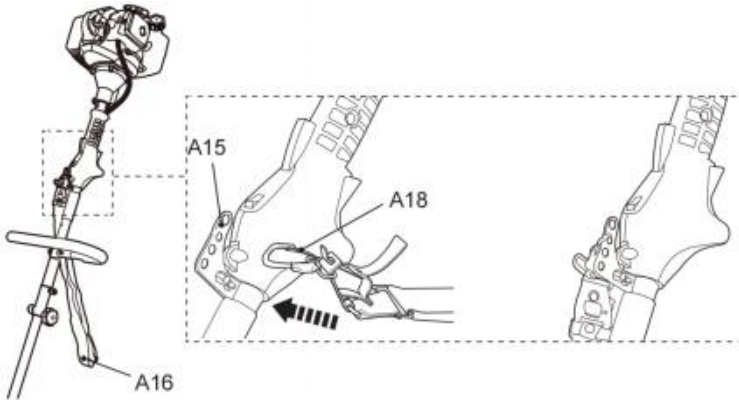

Fig. 32
1. Befestigen Sie den Sicherungsclip (A18) an einer der vier Schlaufen (A15) (Abb. 32).